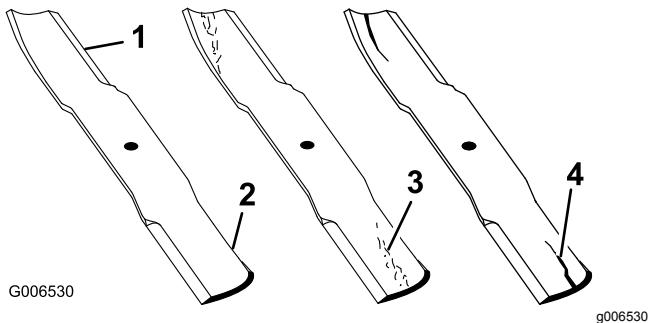

Figura 92
1. Inspeccione los filos de corte (Figura 92). Si los bordes no están afilados o tienen muescas, retire las cuchillas y afílelas.
2. Inspeccione las cuchillas, especialmente la parte curva (Figura 92). Si observa daños, desgaste o la formación de una ranura en esta zona (Figura 92), instale inmediatamente una cuchilla nueva.